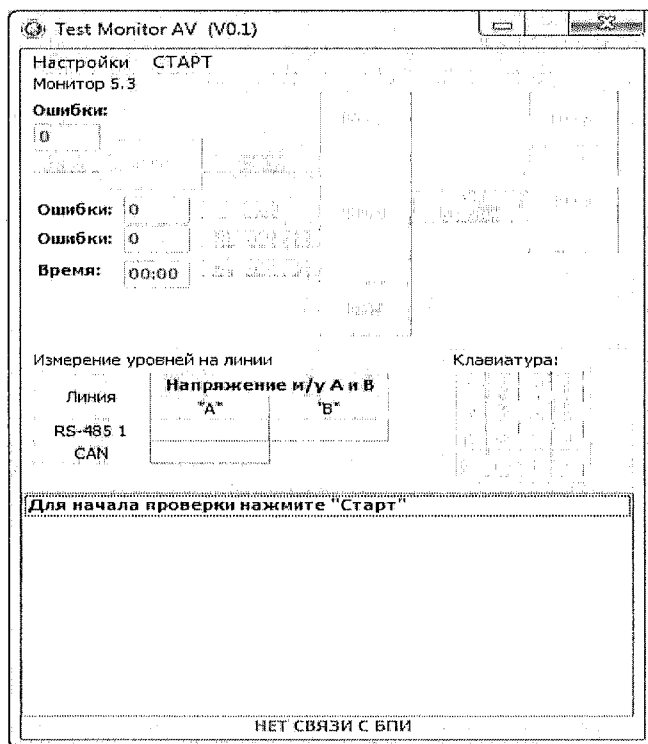

Рисунок 2
2.3.1 Для начала проверки нажмите кнопку «СТАРТ» в окне «Test Monitor AV (V0.1)» (рисунок 2). Запустится автоматическая проверка блока.